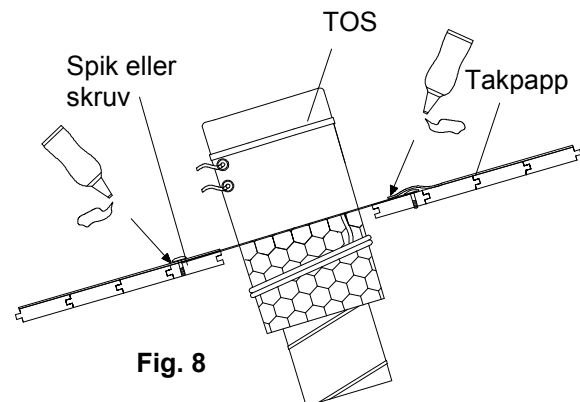

Fig. 8
2. Taköverbeslagets plåt placeras under takpapp i överkant och på sidorna samt ovanpå takpapp i nedkant. Fig 8.